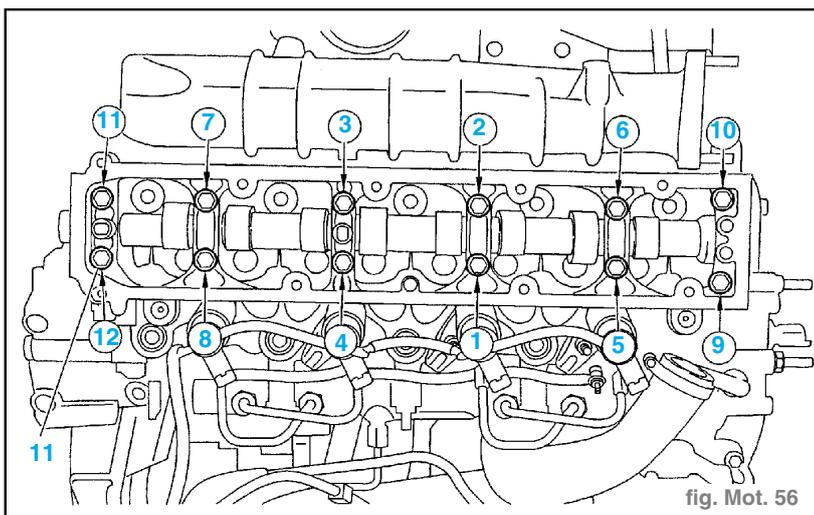

fig. Mot. 56
- l'arbre à cames (13),
- Positionner l'arbre à cames (13) dans le carter chapeaux de paliers (12).
- Reposer l'ensemble (13) et (12).
- Reposer les vis (11), visser à la main.
**Attention :** Procéder vis par vis et dans l'ordre indiqué. (fig. Mot. 56)
- Serrer les vis (11) à **1 daN.m** (ordre de 1 à 12). (fig. Mot. 56)